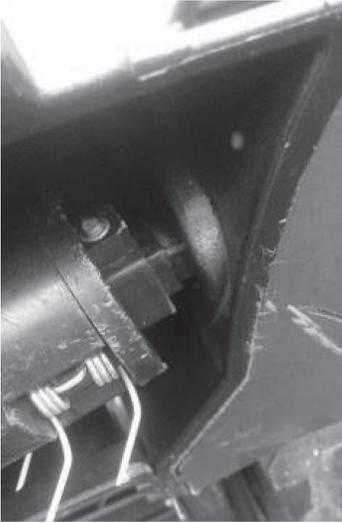

Рис. 22
- Вставьте роликовую щётку квадратным сечением выходного вала в квадратную выемку опоры с правой стороны (рис. 22).